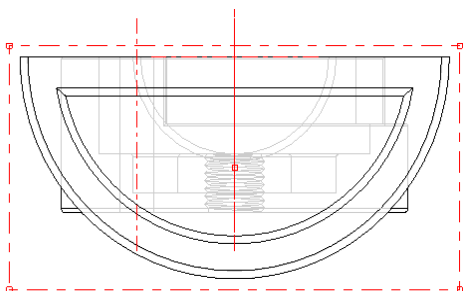

図 10-24 平面図を拡大
7) 次に平面図の中央部にマウスのポインタを置き、ホイールをスクロールしながら画面を拡大する(図10-24)。ダッシュボードの「アノテーション」